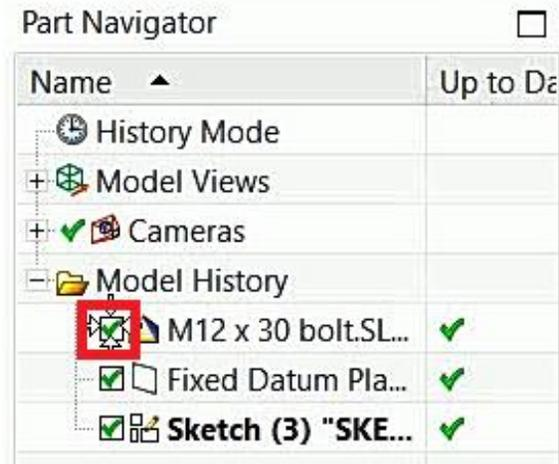

Figura 5.16 Esconder pieza.
- En el **Part Navigator**, esconder la pieza (Figura 5.16).